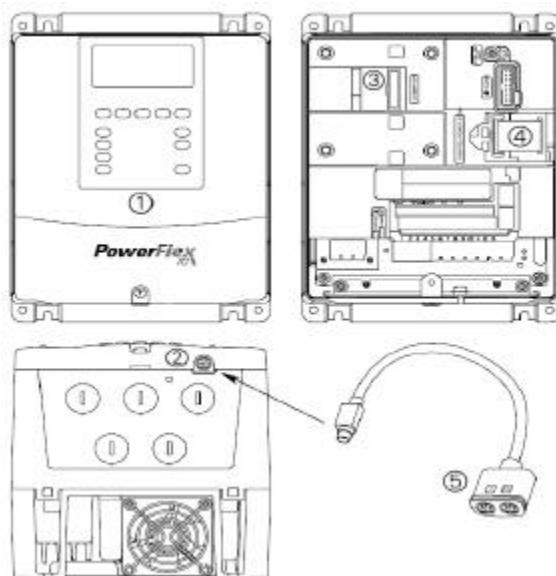

图 5-4 变频器的端口位置
- (1) PowerFlex700 变频器的端口位置指示如
- (2) 图 5-4 所示。